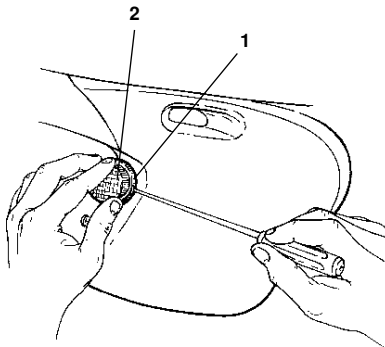

Fig. 47
- Con la ayuda de un destornillador, hacer palanca sobre la lengüeta (1 - Fig. 47). Extraer el transparente (2) indicando en el ejemplo.
- *A l'aide d'un tournevis, effectuer une pression sur la languette (1 - Fig. 47). Extraire le cabochon (2) en compressant la parabole.*